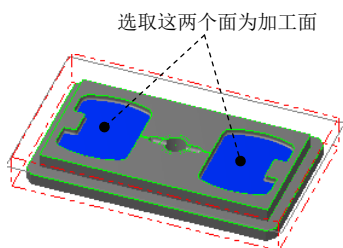

图 20.43 选取加工面
Step2. 设置加工区域。在图形区中选取图 20.43 所示的两个曲面，然后按 Enter 键，系统弹出“刀具路径的曲面选取”对话框。在 **Containment boundary** 区域中单击 按钮，系统